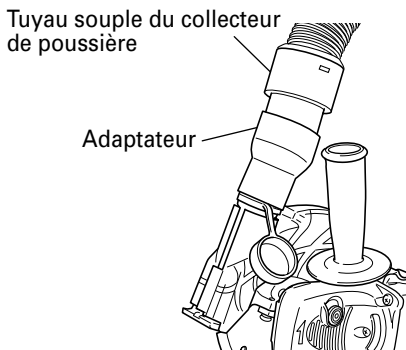

Fig. 4
- (1) Déposer le cache en caoutchouc et installer l'adaptateur d'accessoire. (Fig. 4)
- (2) Fixer le flexible souple du collecteur de poussière correspondant à l'outil dans l'adaptateur d'accessoire. (Fig. 4)